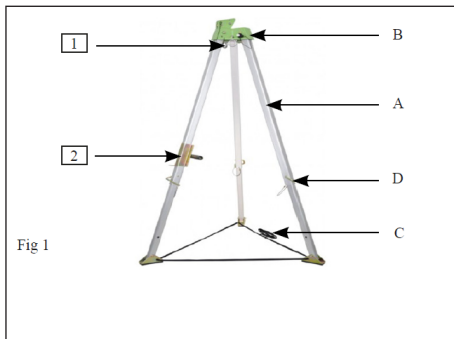

Fig 1
**Instalação:** Ver fig. 1
- 1- Separe os três pés no máximo (A).
- 2- Instale as três cavilhas de mola (B).
- 3- Ajuste a correia de retenção dos pés na posição máxima (C).
- 4- Remova as três cavilhas de segurança dos tubos de alumínio (D).
- 6- Ajuste o comprimento da correia de retenção para o nível correto (C).